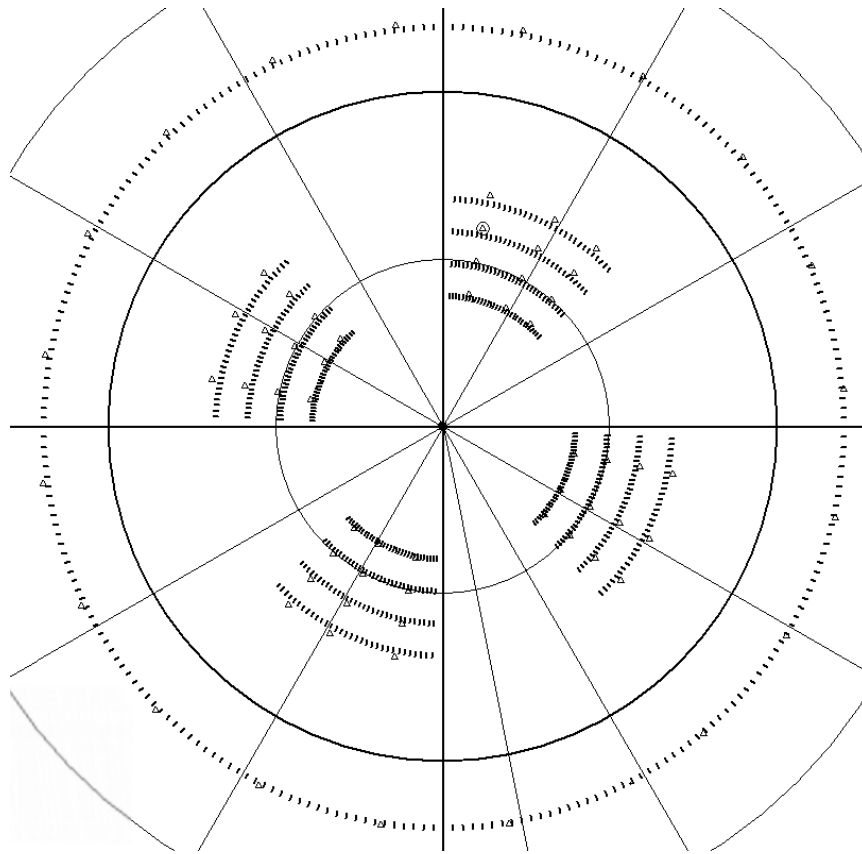

Рис. 58. Тест 3
- щелкните по кнопке ТЕСТ 3 в дополнительном окне управления диагностическими операциями и убедитесь в наличии на экране изображения, приведенного на рис. 58;